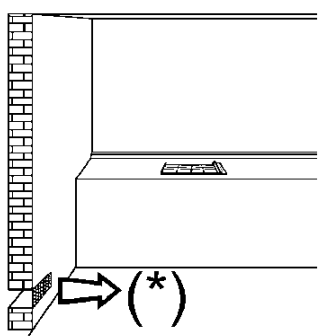
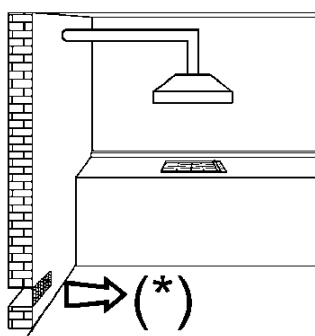
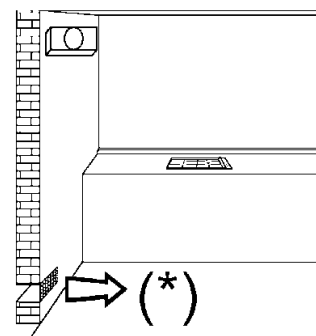

FIG. 3
FIG. 4
FIG. 5
- *l'utilisation d'un appareil de cuisson à gaz produit de la chaleur et de l'humidité dans le local où il est installé. Il est donc impératif d'assurer une bonne aération de la pièce: les ouvertures d'aération naturelle (fig. 3) doivent toujours être libres et le dispositif mécanique d'aération (hotte d'aspiration ou ventilateur électrique fig. 4 et fig. 5) doit être en marche.*
Il est indispensable que la pièce où l'appareil est installé soit ventilée en permanence pour garantir un fonctionnement correct de ce dernier. La quantité d'air nécessaire est celle requise par une combustion de gaz normale et une ventilation de la pièce dont le volume ne pourra pas être inférieur à 20 m³. L'afflux naturel d'air doit se faire par voie directe à travers des ouvertures permanentes pratiquées dans les murs extérieurs de la pièce ayant une surface minimum de 100 cm² (voir fig. 3). Ces ouvertures doivent être réalisées de manière à ce qu'on ne puisse pas les obstruer.
Les appareils de cuisson au gaz doivent toujours comporter une évacuation des produits de la combustion au moyen de hottes raccordées à des cheminées, à des conduits de fumée ou donnant directement sur l'extérieur (voir fig. 4). Au cas où il serait impossible d'installer une hotte, on tolère l'utilisation d'un ventilateur installé sur la fenêtre ou sur le mur extérieur, qu'il faudra mettre en fonction simultanément à l'appareil (voir fig. 5), à condition que les dispositions concernant la ventilation énumérées dans les normes en vigueur soient strictement respectées.